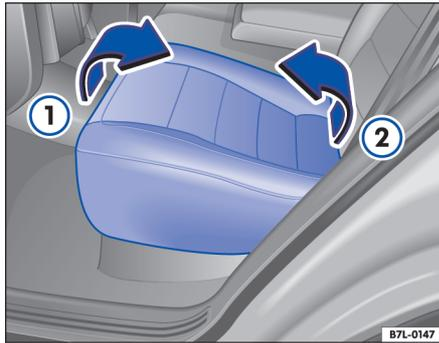

Fig. 56 Asiento trasero: levantar el cojín
- Suba el cojín por el borde delantero ⇒ página 83, fig. 56 ① y levántelo en la dirección de la flecha ②.